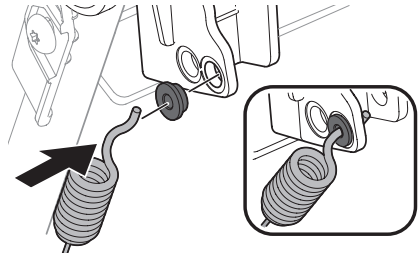

Figura 32
4. Reemplace el casquillo del orificio inferior y reconecte el cable a través del casquillo y el orificio inferior de la manija. (Figura 32).